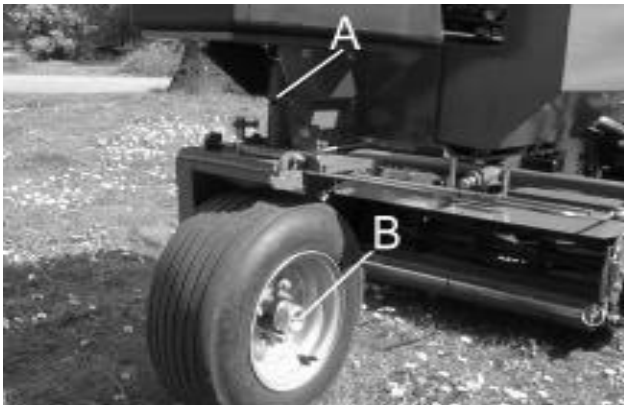

Fig.13
- (c) Rear Wheel and Rear Wheel Pivot (A & B Fig.13). (Rear Wheel pivot only, on 3 wheel drive machines.)
- (c) Achterwiel en achterwielscharnier (A & B in Afb. 13). (Op machines met driewielaandrijving alleen het achterwielscharnier).